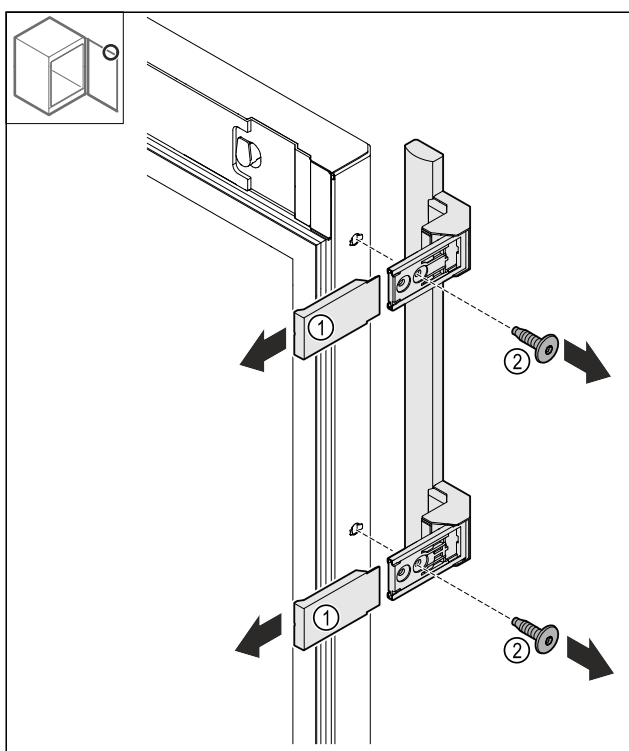

Fig. 26
- 拔下盖板 Fig. 26 (1)。
- 松开螺栓 Fig. 26 (2)。